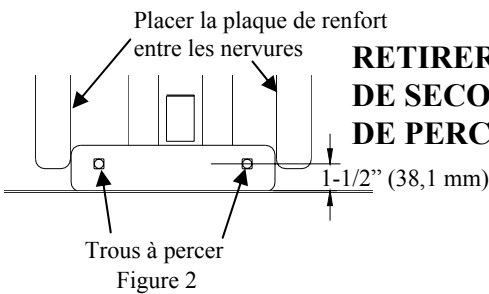
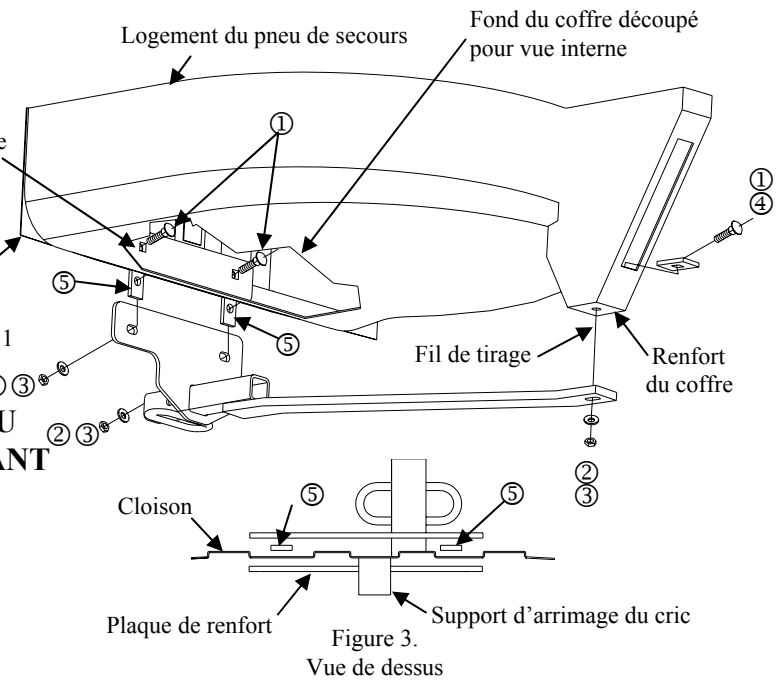

Figure 2
Figure 3.
①	Qty. (3)	Carriage Bolts 1/2-13 X 2.00 GR5	④	Qty. (1)	Spacer .250 X 1.50 X 2.00 (Sq. Hole)
②	Qty. (3)	Conical Washer	⑤	Qty. (2)	Spacer .250 X 1.00 X 2.00 (Rd. Hole)
③	Qty. (3)	Hex Nut 1/2-13
- Remove the (2) plastic rivets that fasten the fascia tabs to the vehicle. Note: Remove the center of the rivet with a screwdriver. Rivets to be reinstalled.
- Place reinforcement plate inside spare tire well, at the bottom of trunk. Locate the 1-1/2" length against the bottom of the trunk. Place between the ribs as shown in Figure 2. Drill two holes.
- Insert the carriage bolts through the reinforcement bracket and place (2) spacer (Item 5) on the carriage bolts from opposite side of bulkhead.
- Lift hitch into position onto the two carriage bolts, sandwiching the spacer between the bulkhead and hitch. See Figure 3. Loosely attach conical washer and hex nuts.
①	Qté (3)	Boulons de carrosserie 1/2-13 X 2.00 GR5	④	Qté (1)	Espaceur .250 X 1.50 X 2.00 (trou carré)
②	Qté (3)	Rondelle conique	⑤	Qté (2)	Espaceur .250 X 1.00 X 2.00 (trou rond)
③	Qté (3)	Écrou hex. 1/2-13
- Enlever les deux (2) rivets en plastique qui fixent les languettes du carénage au véhicule. Remarque : Retirer le centre du rivet à l'aide d'un tournevis. Les rivets seront réinstallés.
- Placer la plaque de renfort à l'intérieur du logement de pneu de secours, au fond du coffre. Placez une longueur de 1-1/2 po sur le fond du coffre. Placer entre les nervures, comme illustré à la Figure 2. Percer deux trous.
- Insérer les boulons de carrosserie à travers le support de renfort et placer deux (2) espaceurs (article 5) sur les boulons de carrosserie depuis le côté opposé de la cloison.
- Soulever l'attelage en position sur les deux boulons de carrosserie, en intercalant l'espaceur entre la cloison et l'attelage. Voir la figure 3. Installer sans trop serrer les rondelles coniques et les écrous hexagonaux (article 2 & 3).